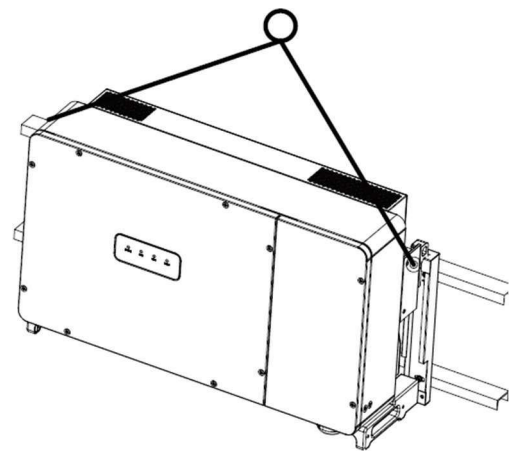

Fig. 3-14 Içar o inversor
- Método de içamento: Aperte dois parafusos de elevação M10 (preparados pelo cliente) nos orifícios de parafuso em ambos os lados do inversor e use uma linga ou uma haste de suspensão (inserida através dos dois parafusos de elevação) para elevar o inversor até o suporte de montagem. O ângulo entre as duas lingas deve ser inferior a 90 graus, consulte a Fig. 3-14.